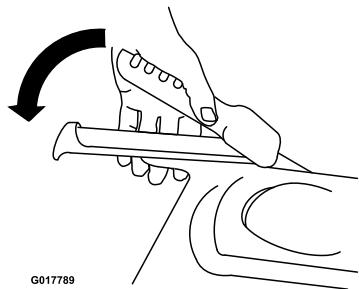

Figura 7
- Apriete lentamente la palanca de tracción izquierda hacia la empuñadura (Figura 7).